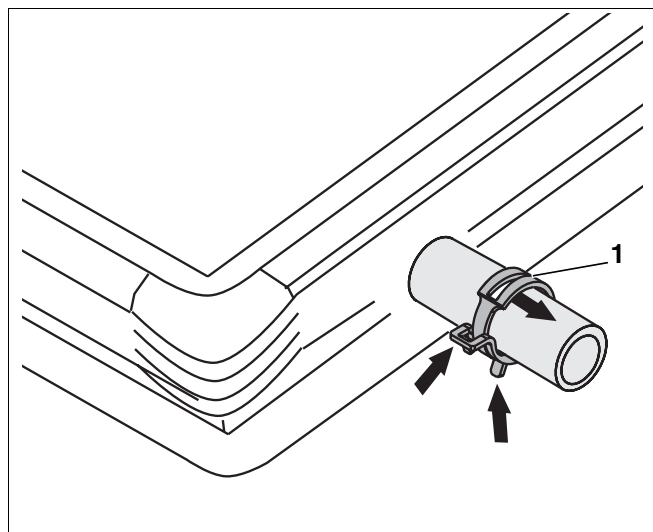

Fig. 1 Desmontagem – Abraçadeiras de mola
- Solte as abraçadeiras de mola (Fig. 1, **Item 1**) comprimindo as duas palas (veja as setas na Fig. 1) e retire-as.